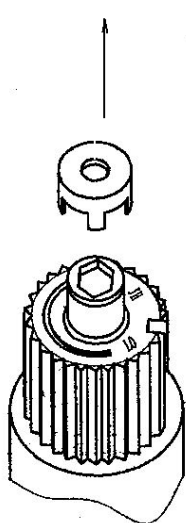

Figure 1
10. Votre valve est convertible. En utilisant le bout de vos doigts, retirez le capuchon noir de protection du dessus du bouton de réglage. Voir *Figure 1*.